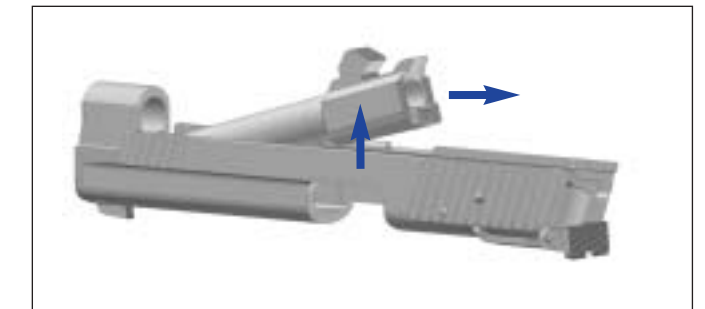

Abb. 12
9. Lauf 57 aus Verschluss 50 heben (Abb. 12).